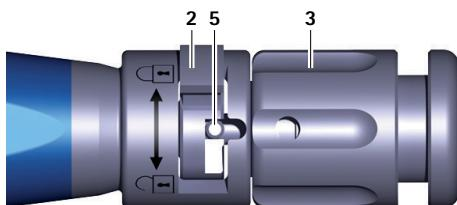
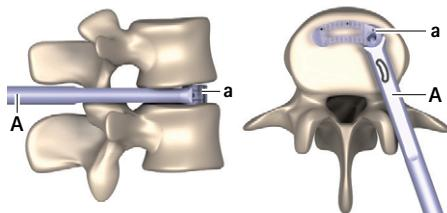

Fig. 3 Vue rapprochée de l'instrument d'insertion, bouton de commande fermé
Fig. 11 Implant en position définitive
- ▶ Tourner le bouton de commande 2 vers la droite (sens) , voir Fig. 3.
- ▶ Tourner l'écrou de serrage **3** en sens inverse des aiguilles d'une montre (sens "forward") jusqu'à ce que la broche **5** se trouve entièrement dans le bouton de commande **2**, voir Fig. 3. Veiller ce faisant à ce que la broche **5** ne coince pas le bouton de commande **2**.
- ▶ Tourner le bouton de commande **2** vers la droite (sens **A**), voir Fig. 3.
- Dès que la position définitive (voir Fig. 11) est atteinte: Tourner l'écrou de serrage **3** en sens inverse des aiguilles d'une montre (sens "forward") jusqu'à ce que la broche **5** se trouve entièrement dans le bouton de commande **2**, voir Fig. 3. Veiller ce faisant à ce que la broche **5** ne coince pas le bouton de commande **2**.